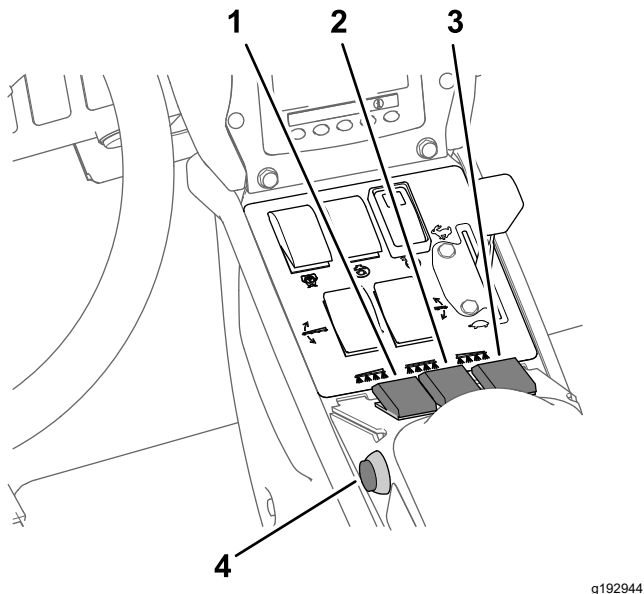

Figura 40
7. Ponga los interruptores de sección de fumigación en la posición de ACTIVADO (Figura 40).
10. Conduzca a la velocidad deseada y luego ponga el interruptor maestro en la posición de ACTIVADO para empezar a fumigar (Figura 40).
3. Ponga el interruptor maestro en la posición de DESACTIVADO; consulte Figura 40, en Fumigación en el Modo de caudal de aplicación \(página 38\).
7. Ponga los interruptores individuales de las secciones que desea utilizar en la posición de ACTIVADO; consulte Figura 40 en Fumigación en el Modo de caudal de aplicación \(página 38\).
9. Conduzca a la velocidad deseada y luego ponga el interruptor maestro en la posición de ACTIVADO para empezar a fumigar; consulte Figura 40, en Fumigación en el Modo de caudal de aplicación \(página 38\).